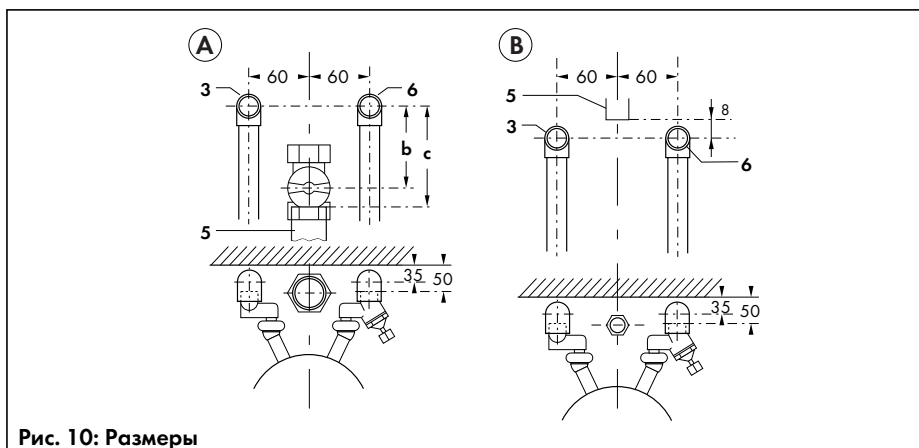

Рис. 10: Размеры
На рис. 10 показаны расположение и размеры подключений для открытой прокладки трубопроводов и монтажа газового крана под аппаратом для природного газа (A) или сжиженного газа (B).
- После определения места установки аппарата перед его монтажом следует проложить газопровод и трубопроводы холодной и горячей воды к точкам подсоединения аппарата или к соответствующей подсоединительной арматуре, как показано на рис. 10.